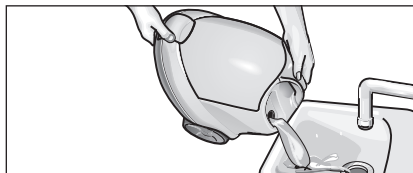

Fig. 13: Skylle vanntanken
- Fyll vanntanken med vann, og rist den kraftig (dette løsner kalkavsetninger i bunnen av tanken). Tøm deretter ut vannet ved å vippe maskinen mot hjørnet med påfyllingstrakten (se fig. 13).
- Tøm tanken helt for vann (se fig. 13).